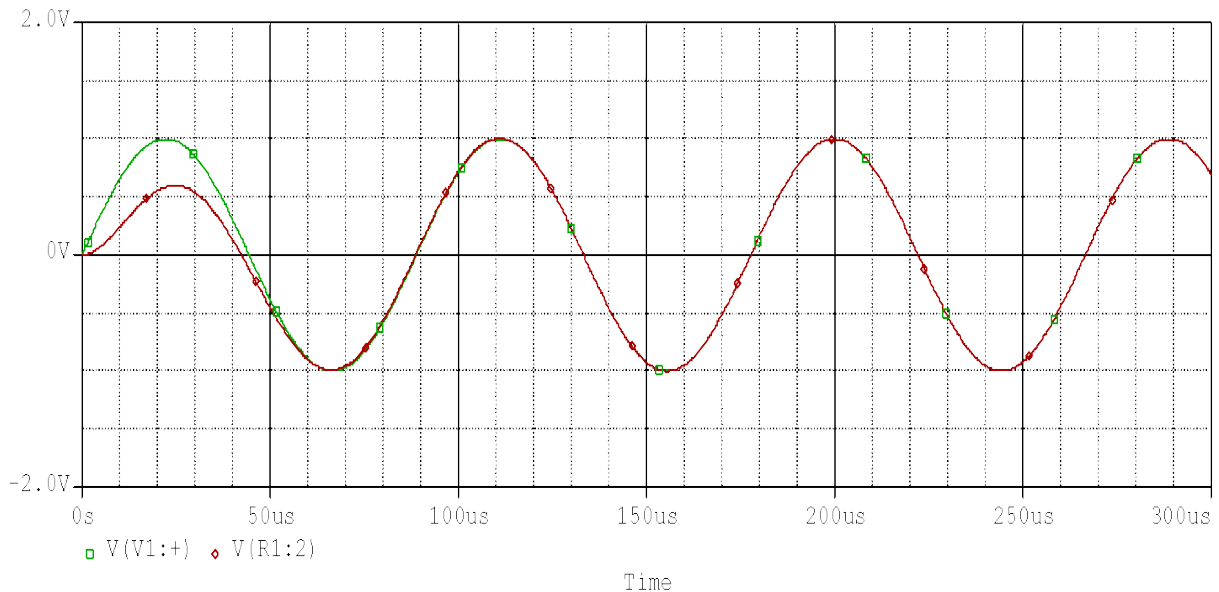

Рисунок 6.2 – Діаграми вхідної напруги і напруги на активному опорі $R1$
2. Перевірте, чи збігаються ваші очікування з дійсністю: проведіть аналіз перехідного процесу (*Transient Analysis*) кола, і зобразіть графічно отримані дані про вхідну напругу і напругу на активному опорі. Налаштування перехідного процесу такі: Час роботи (*Run to time*) = $1m$ [seconds], Максимальний розмір кроку (*Maximum Step Size*) = $5u$ [seconds]. І після додавання осей: $V(V1: +)$ та $V(R1: 2)$ буде отримано сигнали, як зображено на рис. 6.2.